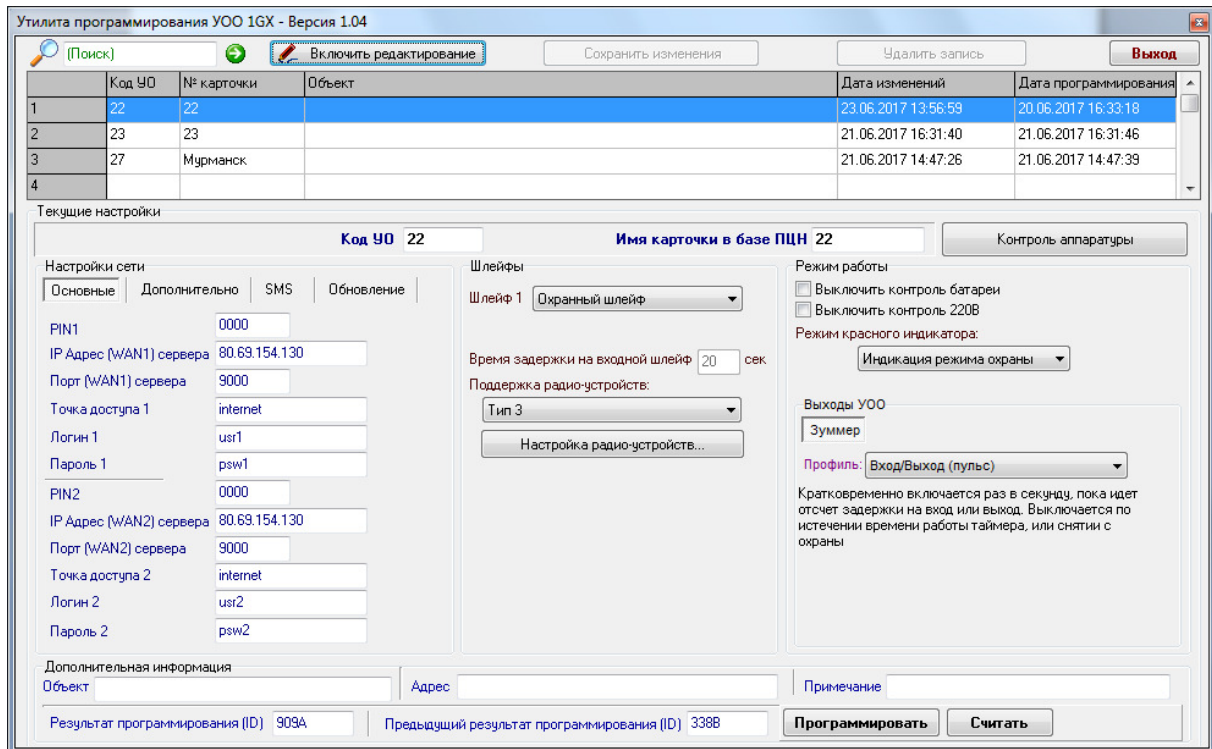

Рисунок 1. Окно конфигурационной программы «Prog\_1GX.exe».
6.4. На компьютере запустите утилиту «Prog\_1GX.exe» (Рисунок 1).